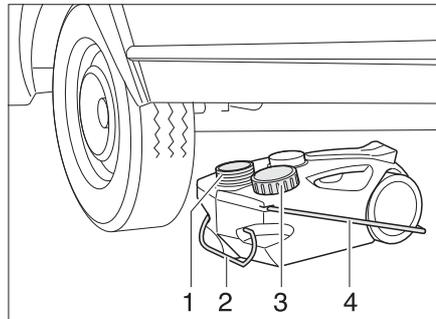

Fig. 137 Réservoir d'eaux usées, mobile
- Fermer l'ouverture du réservoir d'eaux usées (Fig. 137,1) à l'aide du couvercle (Fig. 137,3).
- Retirer le réservoir d'eaux usées par la poignée (Fig. 137,2).
- Rabattre la poignée de manutention (Fig. 137,4) vers le haut et placer le réservoir d'eaux usées.